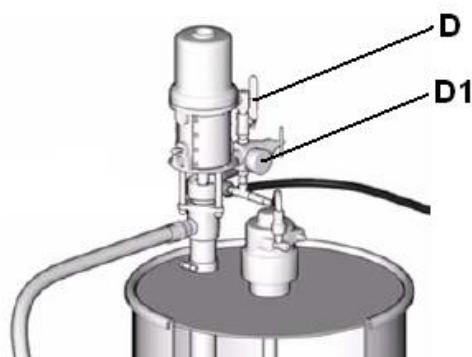

Рис.6
3. Откройте кран подачи воздуха (D) на подающем насосе, медленно прибавляя давление при помощи регулятора до давления 1-2 бар для растворителя, 3-7 бар для основных компонентов. (Рис.6)
4. Откройте кран подачи воздуха (D) на подающем насосе, медленно прибавляйте давление при помощи регулятора до давления 3-7 бар.(Рис.6)